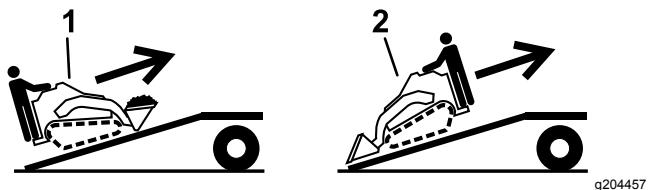

Рисунок 20
5. Погрузку машины на прицеп следует производить более тяжелой частью вверх по наклонному въезду, при этом грузы должны быть опущенными (Рисунок 20).
1. Опустите наклонный въезд (Рисунок 20).